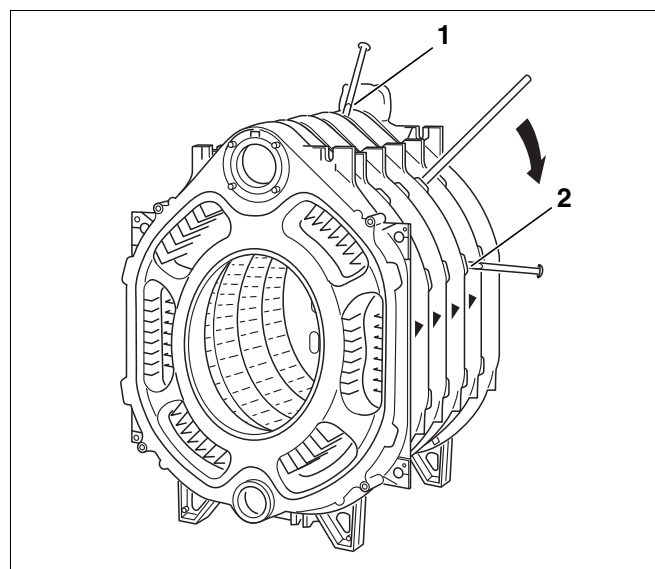

Fig. 22 Détacher le bloc chaudière
- Détacher la chaudière au niveau de la fuite en frappant avec des cales plates ou des burins sur les emplacements prévus à cet effet (fig. 22, [1] et [2]), en haut et en bas entre les éléments de la chaudière.